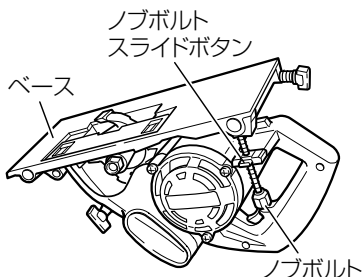

図 7
- ① 本体を安定した台の上に逆さにして置き、切込み調整ボルトをゆるめます。(図7)
- ② 次にノブボルトを回して切込み深さの微調整をします。ノブボルトは切込み深さ1mmで約3回転の割合で調整ができます。(図7)
- ③ 切込み深さ微調整後、切込み調整ボルトを確実に締付けてください
(図7)